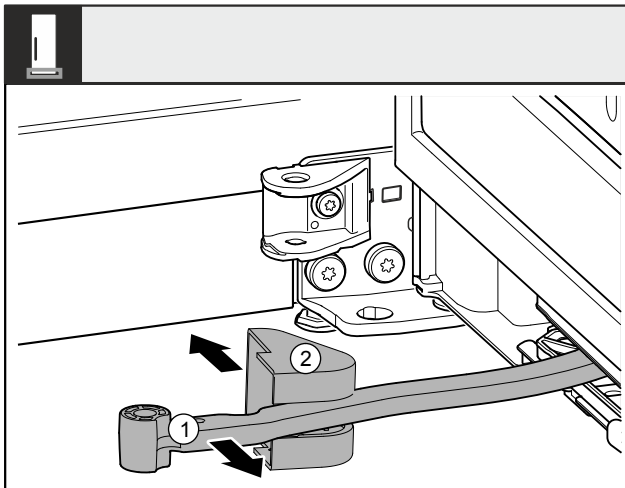

Fig. 10
- Scharnier Fig. 10 (1) in de richting van de deur draaien.
- Lagerbokafdekking Fig. 10 (2) verwijderen.